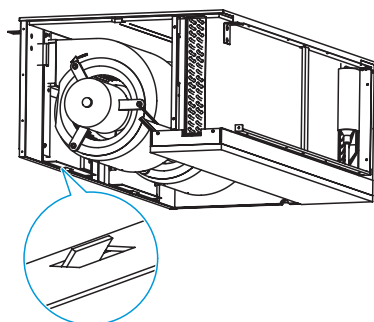
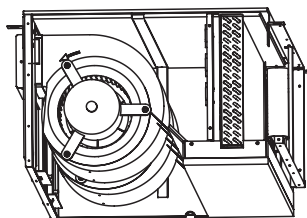
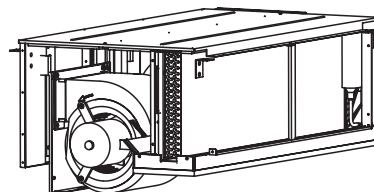

Рис. 12.4
Рис. 12.5
Рис. 12.6
- 5) Поддержите рукой нижнюю часть узла двигателя вентилятора, затем подтолкните его вверх. Для этого нужно два человека. Когда отверстие в обшивке вентилятора узел выше штифта на передней панели (рис. 12.4), сдвиньте узел двигателя вентилятора назад примерно на 21 мм (рис. 12.5), чтобы сделать отверстие отдельно от булавки. Удерживая сборку, медленно потяните ее вниз по направляющей (рис. 12.6), после чего сборку можно будет вынуть для обслуживания и ремонта.